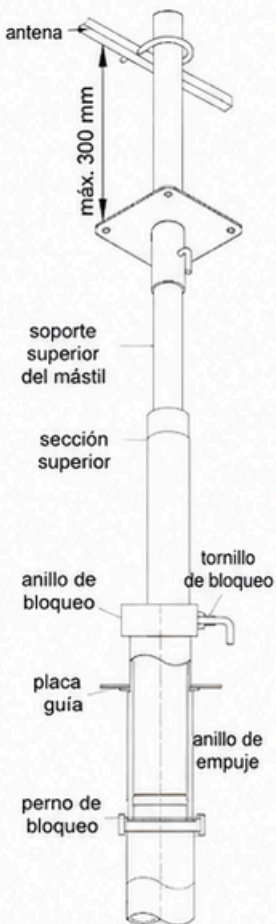

Fig. 6 Detalle de la junta
6. Extienda la sección superior del mástil hasta que el tope alcance y apriete el tornillo de bloqueo para fijarlo en su lugar. Extienda la siguiente sección del mástil unos centímetros hasta que los orificios para los pasadores de retención estén visibles; sujétela con el tornillo de bloqueo, e inserte el perno de bloqueo y su pasador de seguridad. Suelte el tornillo de bloqueo que sujeta la sección superior y permita que descienda sobre el perno de bloqueo, luego gírela hasta que las muescas se engranen con el perno (fig. 6). Vuelva a apretar el tornillo de bloqueo. Continúe como se indica hasta que el mástil esté completamente extendido.